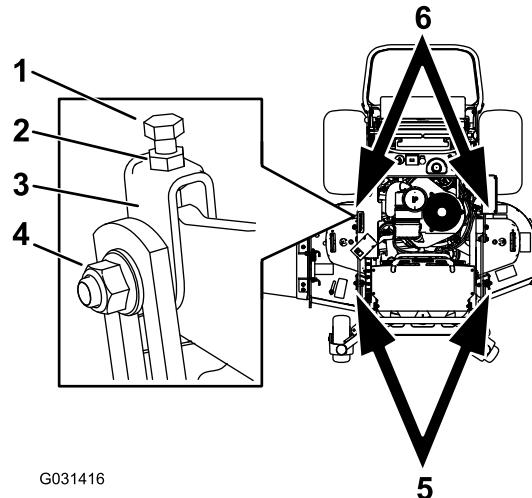

Figure 90
- Desserrez l'écrou de blocage et le boulon latéral sur les chapes que vous voulez régler (Figure 90).
2. Tournez le boulon supérieur des chapes pour régler la hauteur du plateau de coupe (Figure 90).
5. Si la mesure n'est pas correcte, localisez les 2 chapes avant sur la machine (Figure 90).